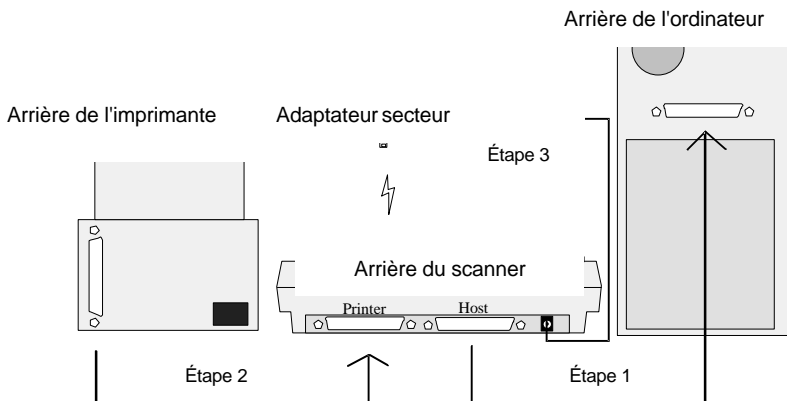

Figure 1. Raccordement du scanner
2. Étudiez attentivement la Figure 1.
4. Branchez le câble du scanner à l'arrière de ce dernier (voir Figure 1, Étape 1.).
6. Raccordez ensuite le câble de l'imprimante au connecteur marqué **PRINTER** à l'arrière du scanner (voir figure 1 et étape 2).
7. Après avoir branché les câbles du scanner et de l'imprimante à leur emplacement respectif, branchez ensuite l'adaptateur secteur à une prise électrique (voir Figure 1, étape 3). Note Laissez l'adaptateur secteur branché, même lorsque le scanner n'est pas en service.